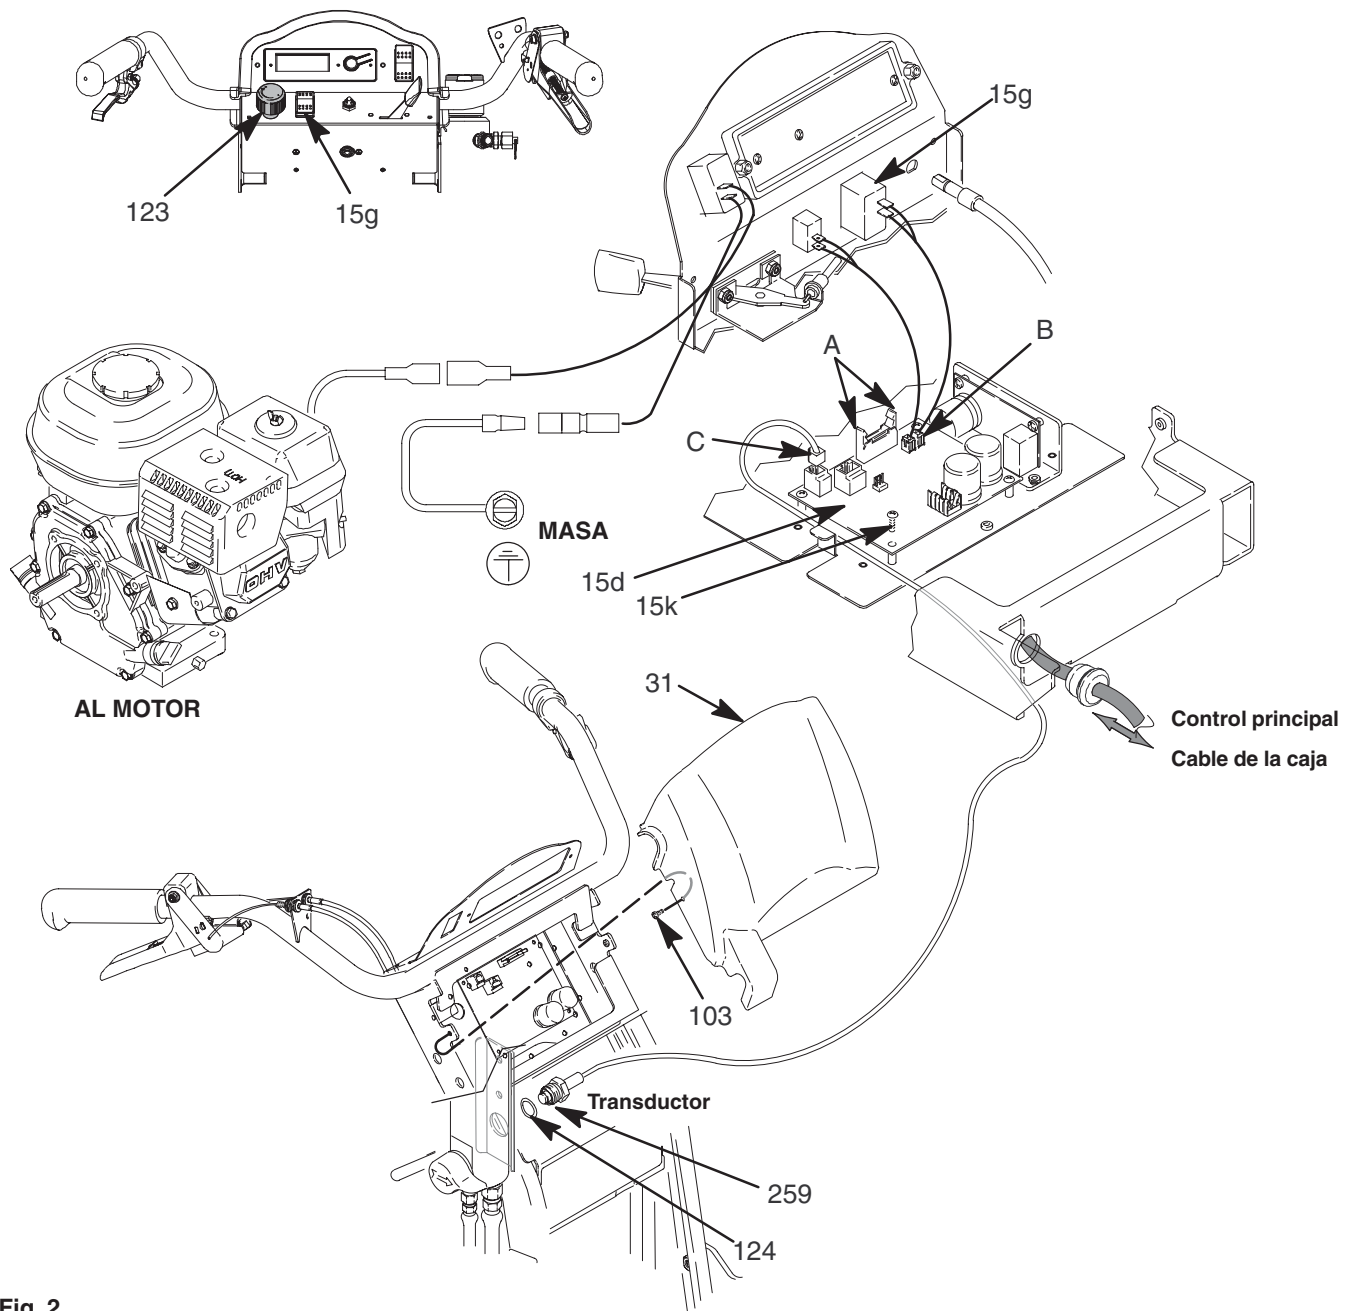

Fig. 2
2. Fig. 2. Retire los dos tornillos (103) y la tapa (31).
3. Abra las aletas del conector de la pantalla de visualización (A) de la tarjeta del PC y saque el conector de visualización.
4. Desenchufe el conector (B) del interruptor de ENCENDIDO/APAGADO (B) de la tarjeta PC.
1. Fig. 2. Instale el nuevo interruptor de ENCENDIDO/APAGADO (15g) de forma que las lengüetas encajen en su sitio en el interior del alojamiento del dispositivo de control de presión.
2. Enchufe el conector (B) del interruptor de ENCENDIDO/APAGADO en la tarjeta PC.
3. Empuje el conector de la pantalla de visualización en la tarjeta PC y cierre las aletas del conector de la pantalla de visualización (A) de la tarjeta de PC.
4. Instale la cubierta (31) con los dos tornillos (103).
1. Fig. 2. Instale la tarjeta de control (15d) y los cuatro tornillos (15k). Apriete a un par de 11,86 – 12,99 N.m.
3. Empuje el conector de la pantalla de visualización en la tarjeta PC, cierre las aletas del conector (A) de la pantalla de visualización de la tarjeta de PC.
3. Desconecte el hilo conductor del transductor (C) de la tarjeta de control (15d).
4. Retire el transductor del dispositivo de control de la presión (259) y la junta tórica (124) del alojamiento del filtro.
1. Fig. 2. Instale la junta tórica prensaestopas (124) y el transductor del control de presión (259) en el alojamiento del filtro. Apriete a un par de 47,45 – 61 N.m.
2. Conecte el hilo conductor del transductor (C) de la tarjeta de circuito impreso de control del motor (15d).
3. Instale la cubierta (31) con los dos tornillos (103).